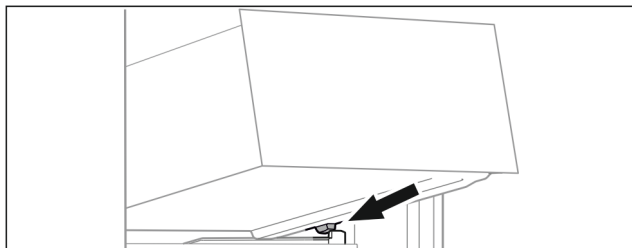

Fig. 139
- Nasadíte zásuvku šikmo za zářezky na žebrovaní na nádoby. (viz Fig. 139)